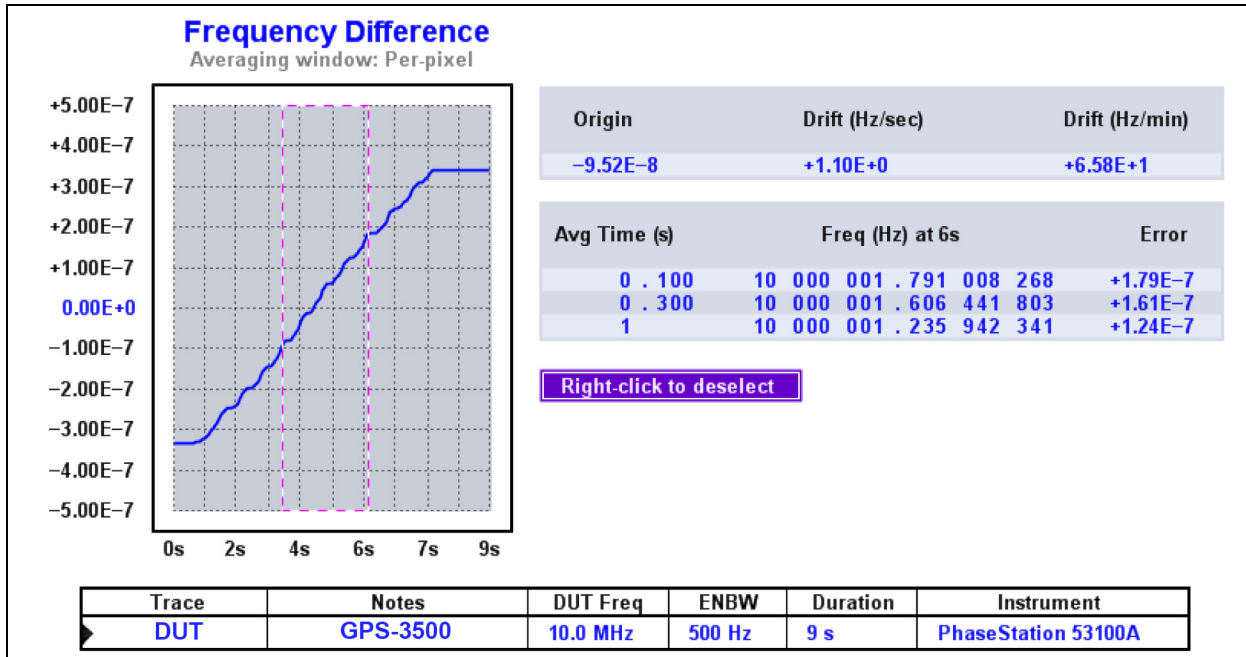

图9: 频差图
- 要在给定时间检查频率计数图表而不进行放大，请按住Shift键，同时用鼠标左键拖动以定义选择区域。拖动后，该区域将保持突出显示，如图9所示。